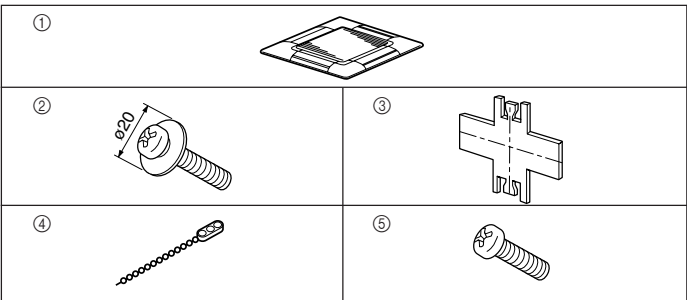

Fig. 5-1
5.1. Comprobación de los contenidos (Fig. 5-1)